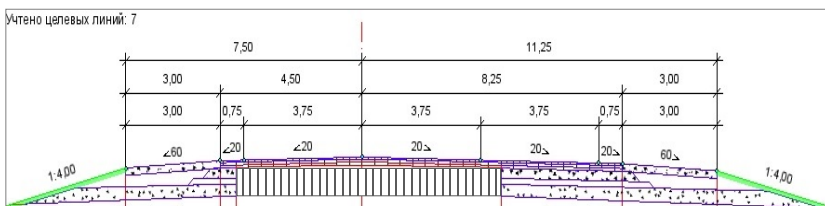

Рис. 19.25
- с уширением существующего покрытия (рис. 19.25).